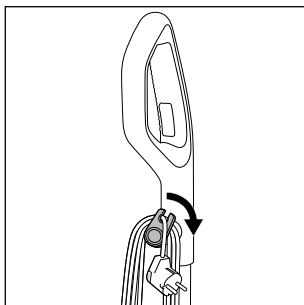

Fig. 12
- ♦ Desenrolle el cable de red **17** completamente del enganche superior e inferior del enrollacables **16/20**. Para desenrollar el cable de red **17** rápidamente del enrollacables **16/20**, tire del enganche superior del enrollacables **16** ligeramente hacia fuera y gírelo hacia abajo (consulte la fig. 12).